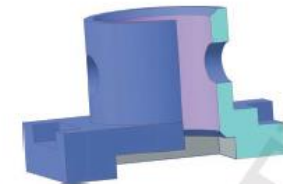
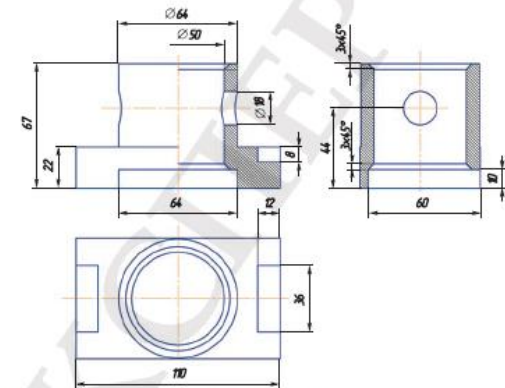

Рис. 6.9. Патрубок.m3d
Рис. 6.10. Патрубок.cdw. Чертеж с разрезами
2) По виду детали *Патрубок* (рис. 6.9) и чертежу (рис. 6.10) создайте модель в программе КОМПАС-3D LT V12 по размерам без выреза 1/4 части. Материал — бронза марки БрБ2.